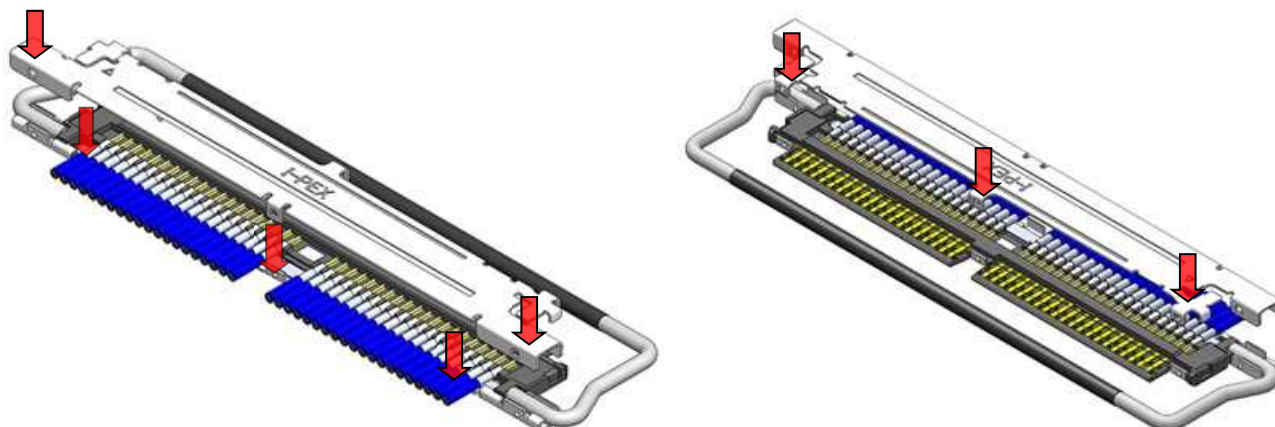

Fig.6 SHELL-A 組付け方法
① Fig.6 の様に SHELL-A を HOUSING ASS'Y の上側から組み付ける。